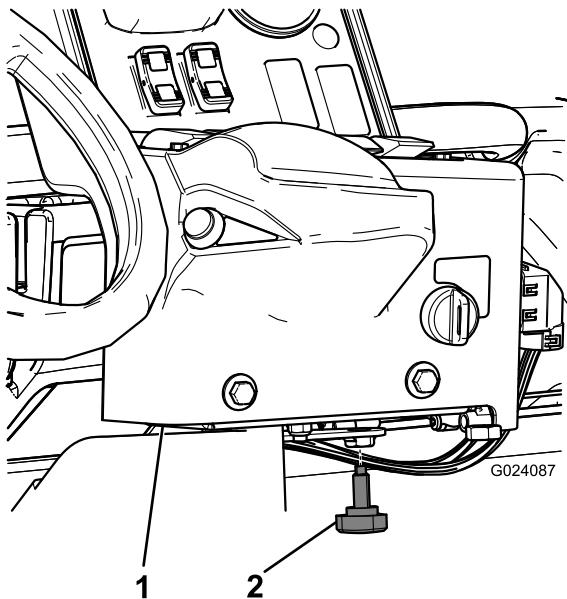

Figura 15
- Instale el pomo para evitar que la consola gire durante el uso (Figura 15).